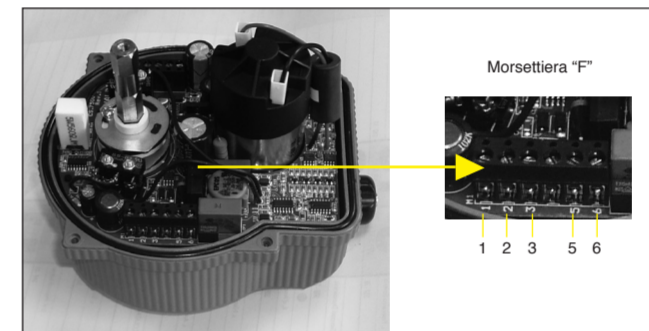

Fig.3 Scheda alimentazione 100-240V AC e particolare del morsetto "F"
4.3 Collegamento elettrico per modelli con alimentazione a 100-240V AC 50/60Hz (fig. 3)